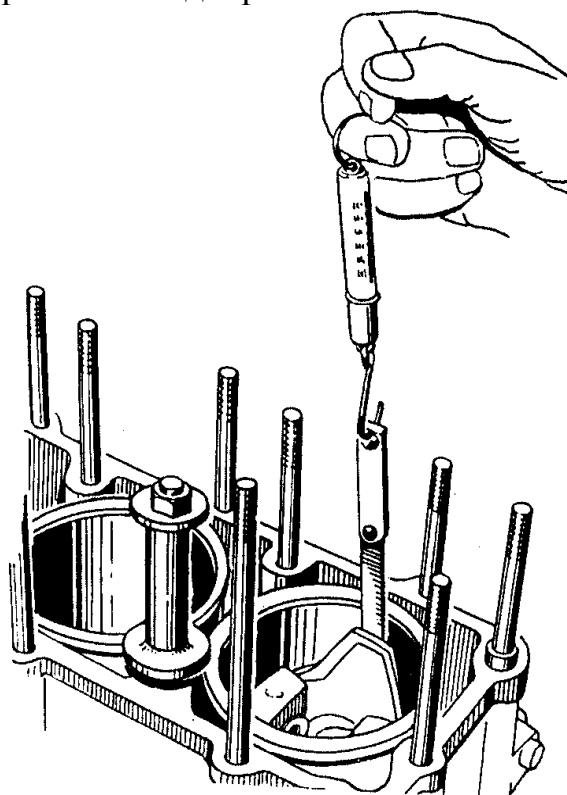

Рис.58. Подбор поршней к цилиндрам
2. Замерить усилие протягивания ленты-щупа толщиной 0,05 мм и шириной 10 мм между поршнем и гильзой, опущенного на глубину 65 мм между гильзой цилиндров и вставленным в неё в перевернутом положении поршнем (рис.58). Нижний край юбки поршня должен совпадать с верхним торцом гильзы цилиндров. Ленту – щуп размещать в плоскости, перпендикулярной оси поршневого пальца, т.е. по наибольшему диаметру поршня (для поршней с разрезной юбкой со стороны, противоположной разрезу). Величину усилия определять по динамометру, соединенному со щупом. Усилие при протягивании ленты-щупа должно быть 30...40 Н (3...4 кгс) для новых гильз и поршней. Для гильз и поршней бывших в употреблении усилие должно быть не менее 20 Н (2 кгс).